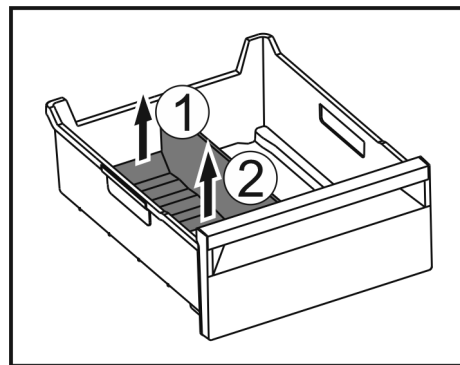

Fig. 184
- ▶ Повдигнете задната част на разделителя на отделението за лед. Fig. 184 (1)
- ▶ Извадете разделителя на отделението за лед нагоре. Fig. 184 (2)